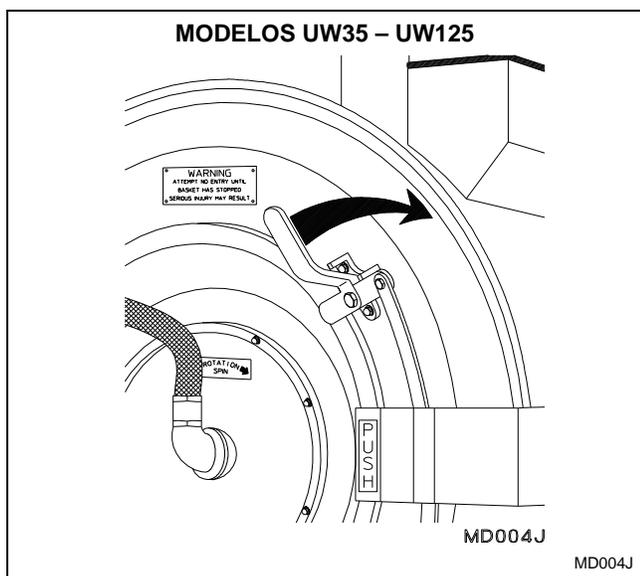

Figura 9
4. En los modelos 35 – 125, gire el asidero de la puerta en el sentido de las agujas del reloj, y tire de la puerta hacia la izquierda para abrirla. La puerta debe abrirse en un periodo de cinco segundos tras pulsar el botón de desbloqueo de la puerta. Consulte la *Figura 9*.